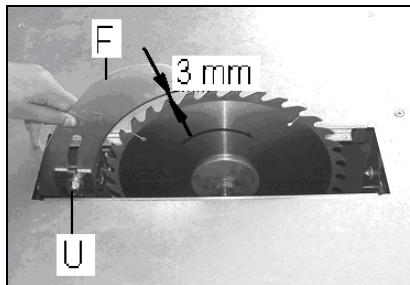

Fig 17
Der Spaltkeil (F, Fig 17) wird mit einer Mutter (U) befestigt.